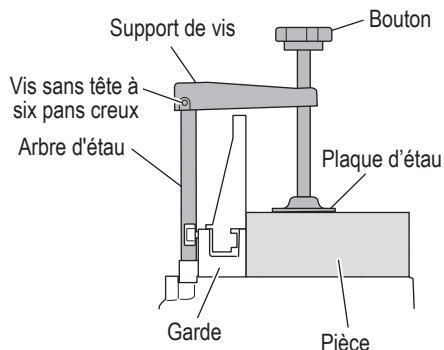

Fig. 31
- (1) L'étau d'assemblage peut être monté sur la base.
- (2) Tourner le bouton supérieur et fixer solidement la pièce en place (Fig. 31).